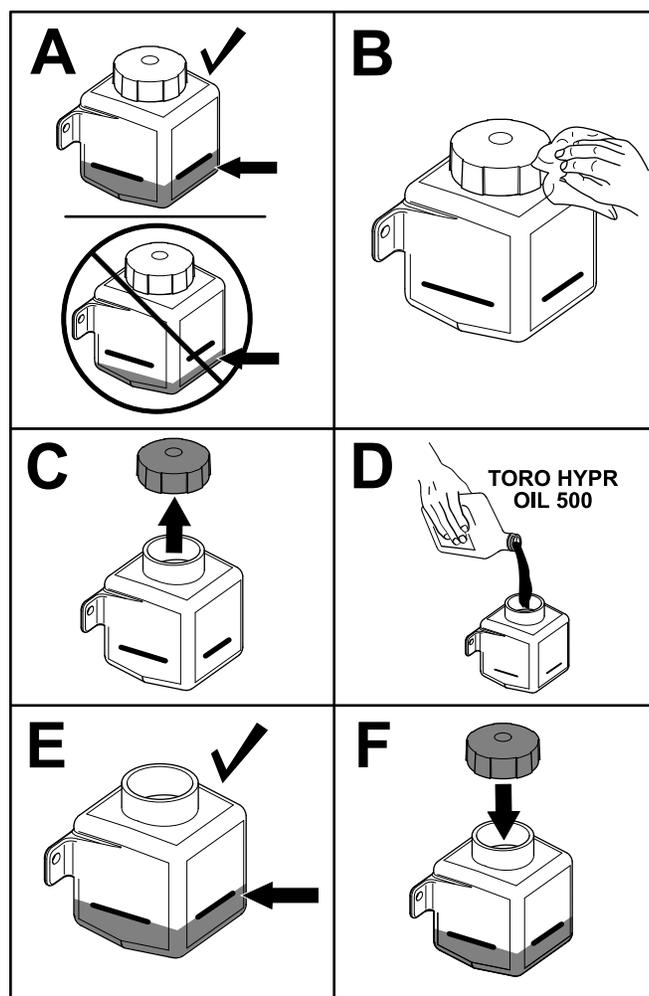

図 61
4. 油圧オイルタンク側部で油圧オイルの量を確認する図 61。オイル量が不足している場合は、以下の作業を行う。
5. 油圧オイルタンクのキャップの周囲をきれいに拭く図 61。
6. キャップを外し、適正レベルまで油圧オイルを補給する図 61。
7. タンクにキャップを取り付ける図 61。